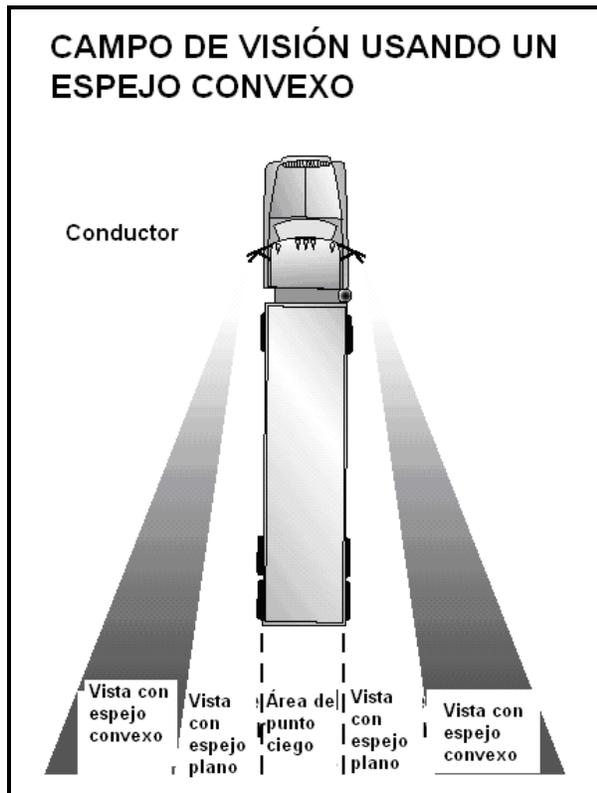

Figura 2.7
- Muchos vehículos grandes tienen espejos curvos (convexos, "ojos de pez," "de punto ciego," "bugeye") los cuales muestran un área más amplia que los espejos planos. Esto le será útil. Sin embargo, en un espejo convexo todo parece más pequeño de lo que parecería si lo estuviera mirando directamente. Las cosas parecen estar más lejos de lo que realmente están. Es importante comprender esto y tenerlo en cuenta. La figura 2.7 le muestra el campo de visión utilizando un espejo convexo.